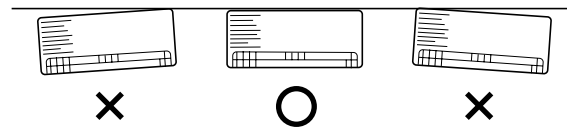

Fig. 3-51
2. Compruebe que la unidad esté horizontal. Esta verificación es importante para que la unidad sea instalada correctamente. (Fig. 3-51)